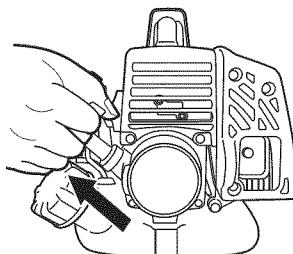

Fig. 18
- (4) Tire enérgicamente del arrancador de retroceso, tomando la precaución de mantener el asidero bien sujeto para evitar que se escape de la mano. (Fig. 18)
(6) Vuelva a tirar energicamente del arrancador de retroceso. (Fig. 18)